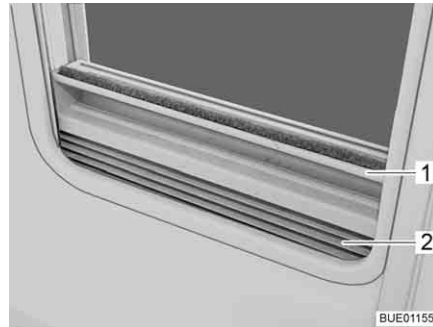

Fig. 50 Estor plegable
- Sujetar el estor plegable (Fig. 50,2) por el centro del agarradero (Fig. 50,1), tirar de abajo a arriba y soltarla a la altura deseada. El estor plegable se queda fijo a esta altura.